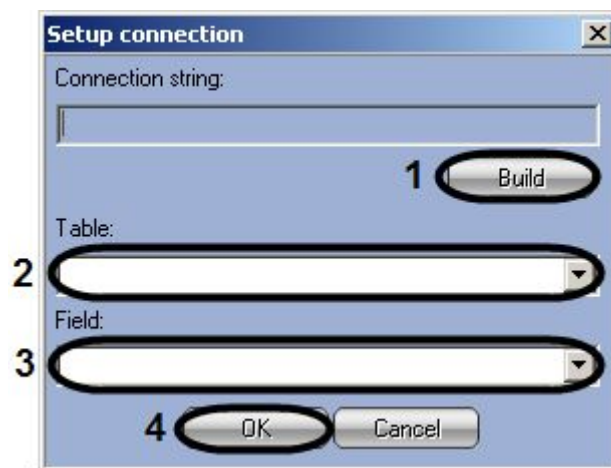

Рис. 7.6.2-2 Подключение внешней базы данных
6. Выбрать название столбца с номерами транспортных средств из раскрывающегося списка «Field» (см. Рис. 7.6.2-2, 3).
7. Нажать кнопку «Ok» для завершения процесса подключения внешней базы данных (см. Рис. 7.6.2-2, 4).
В результате нажатия кнопки «Ok» диалоговое окно «Setup connection» будет закрыто, в полях «Строка подключения к источнику данных», «Таблица» и «Поле» будет указана соответствующая информация подключения к выбранной базе данных (см. Рис. 7.6.2-1).
Для сохранения внесенных изменений необходимо нажать кнопку «Применить» (см. Рис. 7.6.2-1).